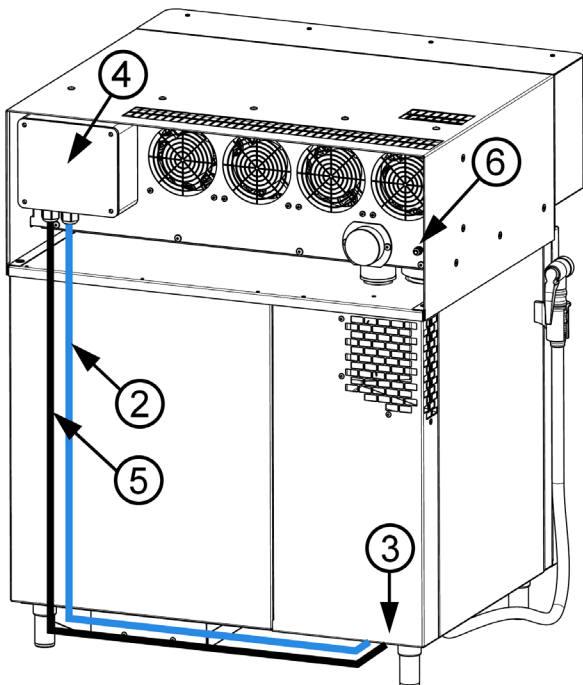

Рисунок 14: Задняя сторона зонта 623
В задней части зонта имеется болт М6 (6), который предназначен для защитных муфт (рис. 14). Подключите его к соответствующему кабелю и установите защитные муфты.
В задней части зонта имеется пластиковый распределитель (4), из которого выходит управляющий UTP кабель (2) с разъемом RJ-45 на конце (рис. 14).
Проведите UTP кабель (2) непосредственно вниз к проколотым фланцам (3) в левом нижнем углу основания прибора (рис. 14).
На задней стене зонта (рис. 14) находится пластмассовый распределитель (4), из которого выходит силовой кабель 3 x 1,5 мм² (5) со свободными выводами.
Проведите UTP кабель (5) непосредственно вниз от пластмассового распределителя (4) в левом нижнем углу основания прибора (3) (рис. 14).